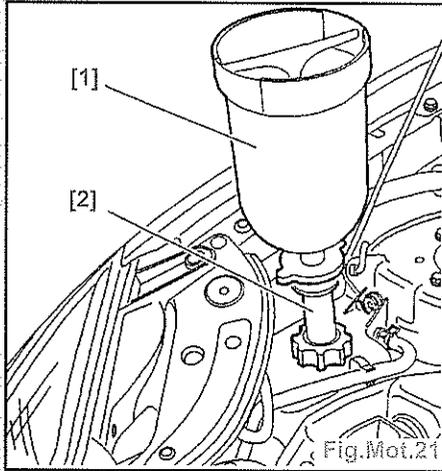

Fig.Mot.21
- Monter le cylindre de charge [1], avec l'adaptateur [2] sur l'orifice de remplissage (Fig.Mot.21).
- Reposer la vis (1) munie d'un joint neuf.
- Serrer la vis (1) à 2,5 ± 0,2 m.daN.